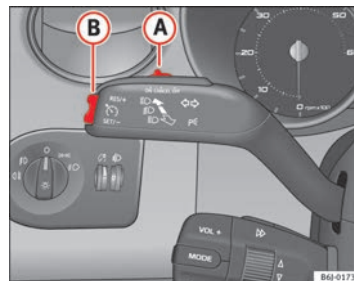

Fig. 114 Alavanca das luzes indicadores de mudança de direcção e dos máximos: comando e botão basculante para o regulador de velocidade
- Pressione a parte superior do botão basculante **RES** ⇒ Fig. 114 **B** para aumentar a velocidade. Enquanto o botão basculante estiver a ser premido, o veículo é acelerado. Soltando o botão basculante, fica memorizada a nova velocidade.
Se se reduzir a velocidade com o pedal do travão, desliga-se o regulador de velocidade. Premindo uma vez a parte superior do interruptor basculante **RES+** → Fig. 114 (B), pode retomar-se a regulação.